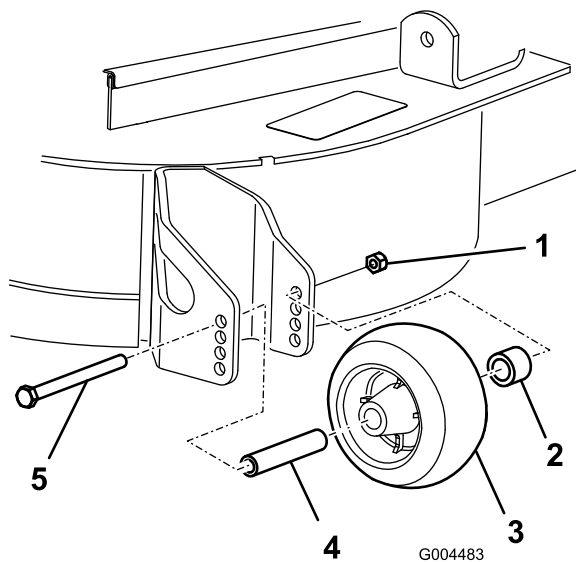

図 18
- 刈高を変更後、ローラのフランジナット、ブッシュ、スペーサ、ボルトを外して(図 18)、ローラの高さ調整を行う。
- フランジナット、ブッシュ、スペーサ、ボルトを取り付ける。ボルトを54-61 Nm (5.6~6.2 kg.m) にトルク締めする(図 18)。